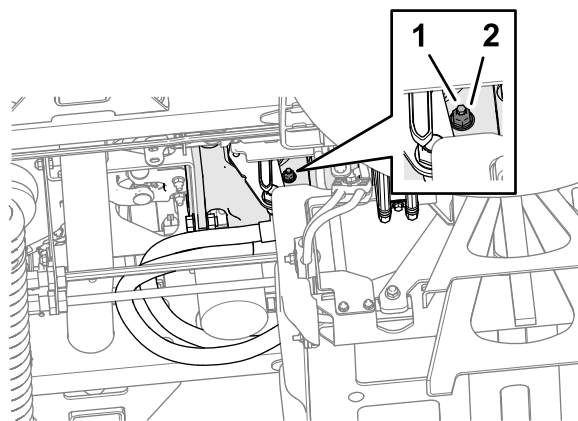

Bild 106
3. Lösen Sie von der Unterseite der Maschine aus und auf der rechten Seite der Traktionspumpe die Sicherungsmutter, mit der die Schraube zur Einstellung der Leerlaufrückstellung befestigt ist (Bild 106).